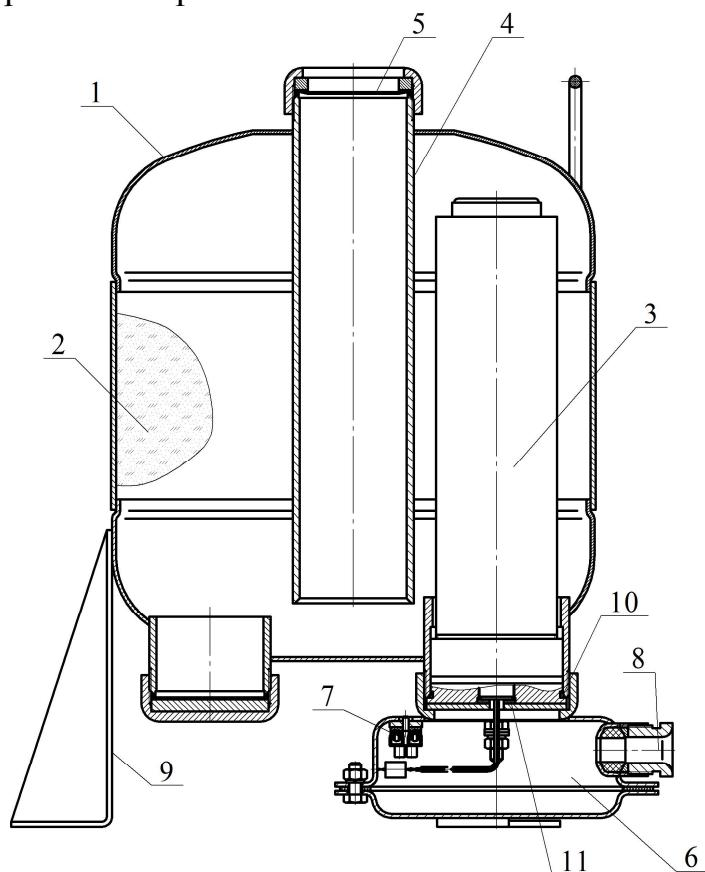

Рисунок 1
1.4.1.1 МПП (см. рисунок 1) состоит из корпуса **1**, в котором размещаются огнетушащий порошок (ОП) **2** и источник холодного газа (ИХГ) **3**. В верхней части корпуса находится насадок-распылитель **4**, который также выполняет функцию сифонной трубы при выпуске ОП из корпуса. Выходное отверстие насадка-распылителя перекрыто мембраной **5**.